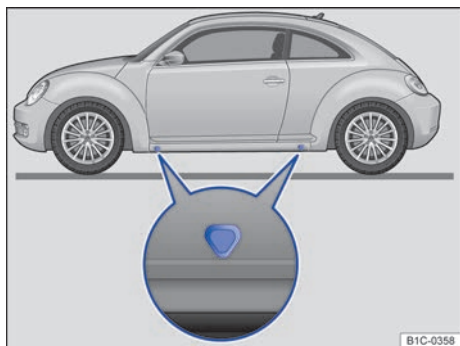

Fig. 172 Puntos de apoyo para el gato.
El gato únicamente se deberá colocar en los puntos de apoyo que se indican (marcas en la carrocería) → fig. 172. El punto de apoyo válido es el que se encuentra junto a la rueda correspondiente → ⚠.
5. Busque debajo del vehículo el punto de apoyo para el gato → fig. 172 que se encuentre más próximo a la rueda que haya que cambiar. ▶